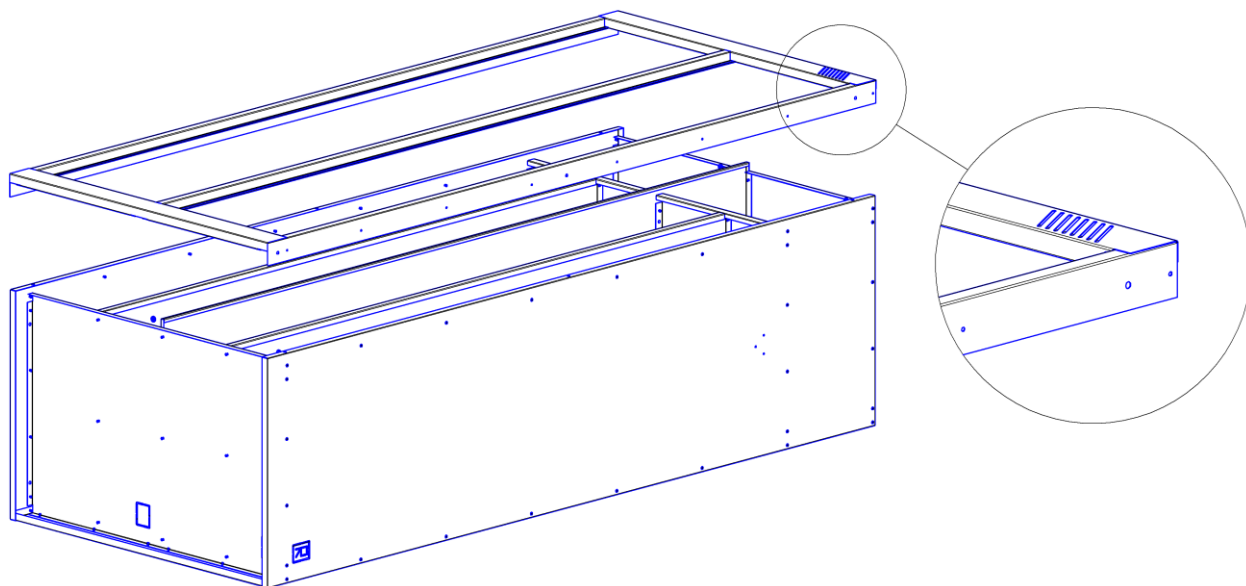

Рис. 6
3.5. Установить раму дверок. Перфорацию для вентиляции расположить в верхней части шкафа (рис. 6). Закрепить заклепками на стенках боковых.